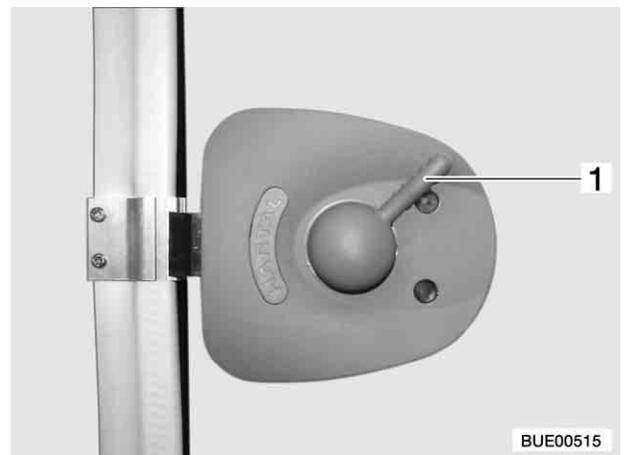

Bild 21 Türschloss Eingangstür, innen, verriegelt
- Den Türgriff (Bild 21,1) ca. 45° nach oben drücken und in dieser Stellung stehen lassen.